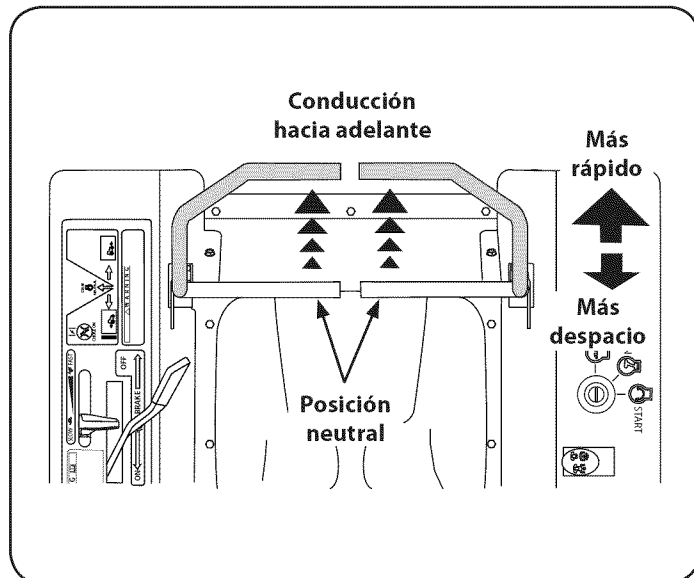

Figura 14
1. Mueva las palancas de control lenta y suavemente hacia adelante. El tractor cortacésped comenzará a desplazarse hacia adelante. Vea la Figura 14.